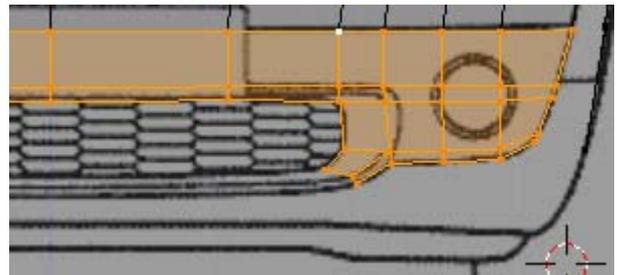
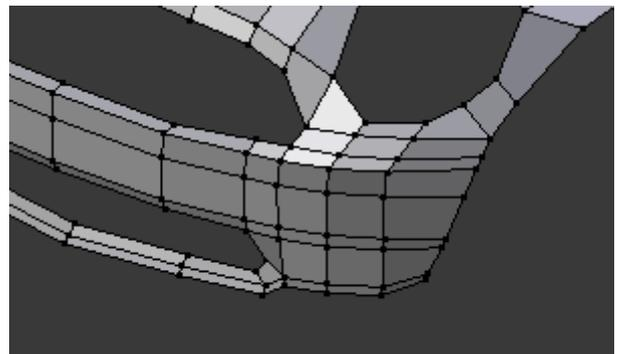

Figura 4.95
Figura 4.96
5. Procedendo de modo semelhante ao exposto de 2 a 4, continue a modelação do pára-choque frontal, figura 4.95, até que fique completo, figura 4.96.